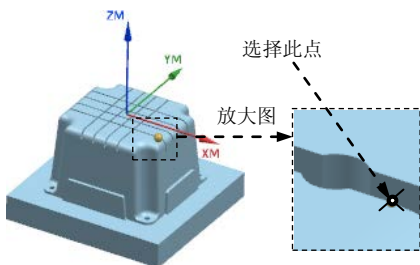
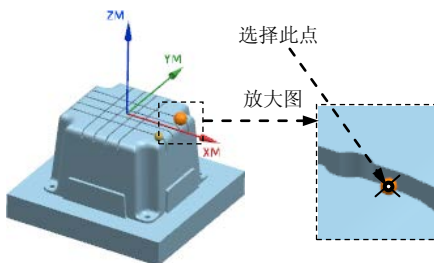

图 20.64 定义参考点
图 20.65 定义终止点
Step2. 在“变换”对话框 **类型** 下拉列表中选择 平移 选项, 在 **变换参数** 下拉列表中选择 至一点 选项, 然后在图形区选取图 20.64 所示的点为参考点, 选取图 20.65 所示的点为终止点, 在 **结果** 区域选中 实例 单选项, 单击 确定 按钮, 完成变换操作。